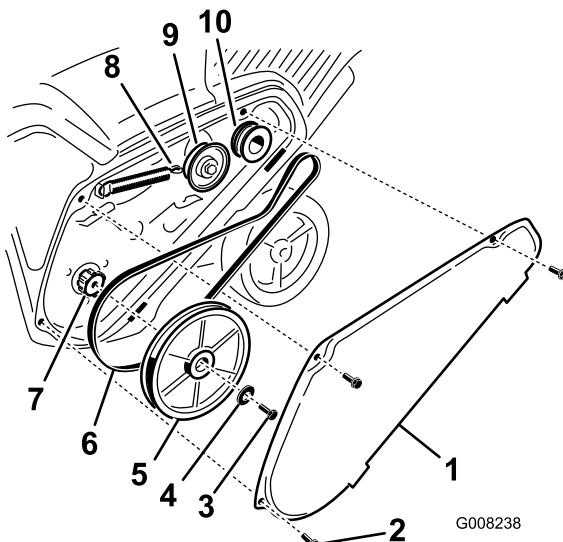

Рисунок 36
1. Снимите кожух ремня привода, вывернув 3 болта, как показано на рисунке Рисунок 36.
2. Отсоедините пружину тормоза от поворотного рычага для снятия натяжения ремня (Рисунок 36).
3. Выверните винт и снимите изогнутую шайбу, которые удерживают шкив ротора (Рисунок 36).
4. Снимите шкив ротора и ремень привода (Рисунок 36).
расположенный непосредственно над валом ротора (Рисунок 36).
6. Наденьте шкив ротора на вал ротора (Рисунок 36).
7. Вверните болт шкива ротора с изогнутой шайбой и надежно затяните его (Рисунок 36).